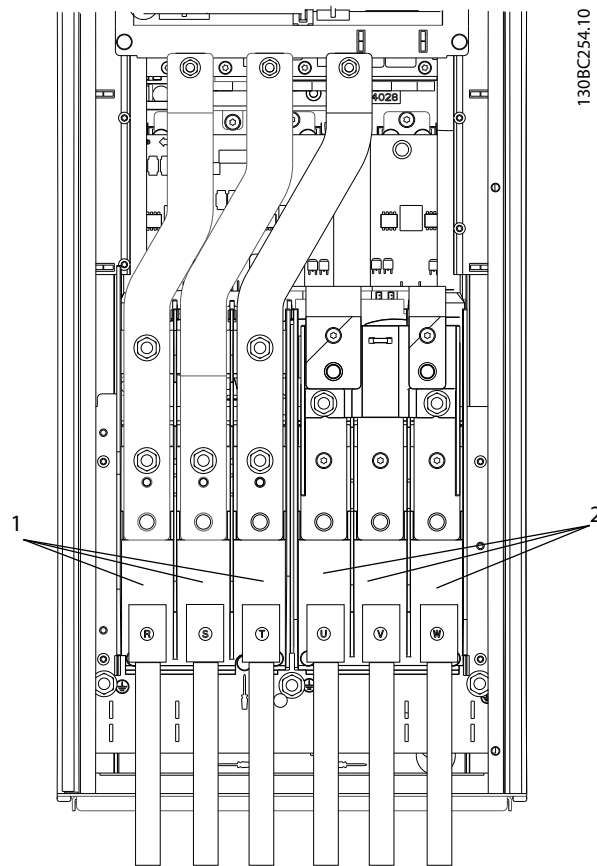

图 2.11 连接到交流主电源
- 将三相交流输入功率线路连接至端子 L1、L2、L3 (请参阅图 2.11)。